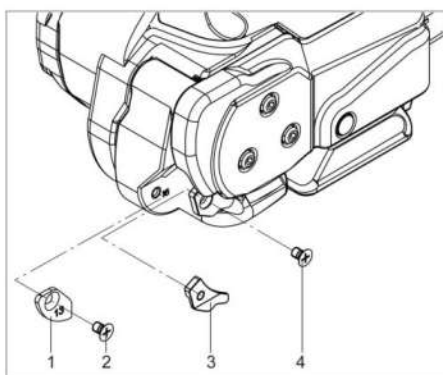

Рис. 15
- Вывернуть винт (рис.15/2) и снять передний правый ограничитель ленты 13 мм (рис.15/1).
- Вывернуть винт (рис.15/4) и снять передний левый ограничитель ленты 13 мм (рис.15/3).
- Установить передний правый ограничитель ленты 13 мм (рис.15/1). При заворачивании винта (15/2) использовать фиксатор резьбовых соединений типа Loctite 222.
- Установить передний левый ограничитель ленты 13 мм (рис.15/3). При заворачивании винта (15/4) использовать фиксатор резьбовых соединений типа Loctite 222.